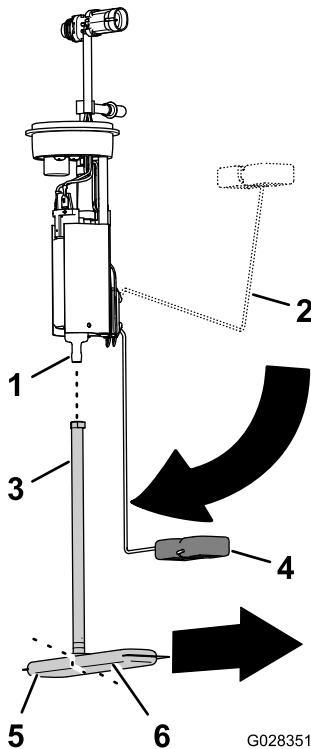

Figura 85
1. Rimuovete il tubo di raccolta del filtro del carburante dal raccordo della pompa del carburante (Figura 85).
2. Allineate il tubo di raccolta del nuovo filtro del carburante con il raccordo della pompa del carburante (Figura 85).
3. Allineate la parte lunga del filtro del carburante con il galleggiante quando il braccio del galleggiante è in posizione di vuoto (Figura 85).
4. Inserite il raccordo della pompa del carburante nel tubo di raccolta sinché il raccordo non è completamente in sede (Figura 85).
2. Inserite in sede la pompa/unità di invio del carburante nell'apertura del serbatoio (Figura 84 e Figura 85).